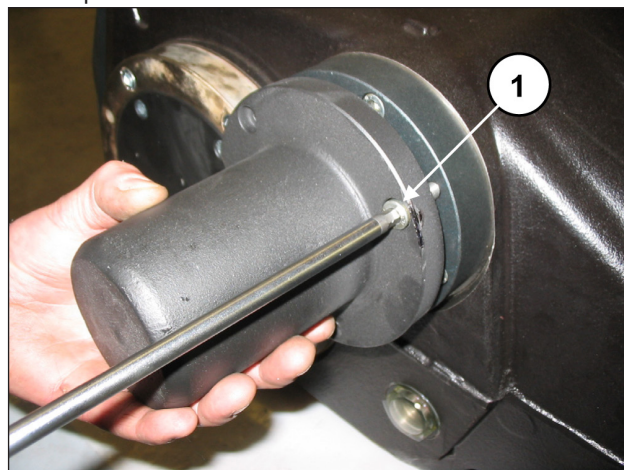

Fig. 104
Montar la tapa del extremo del eje y fijarla al cárter con los 3 tornillos M8x20 (pos. ①, Fig. 104).